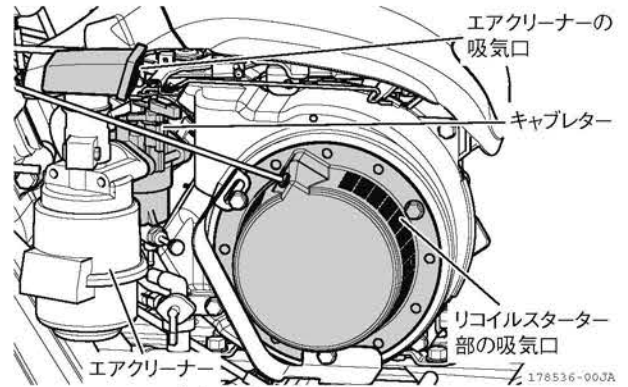

図 4-2 お手入れのしかた
- 水洗いをするときは、エアクリーナーの吸気口やキャブレターに水が入らないようにしてください。(図 4-2)
- リコイルスターター部の吸気口に付いたごみは、きれいに掃除してください。エンジンの出力低下や破損の原因になります。(図 4-2)